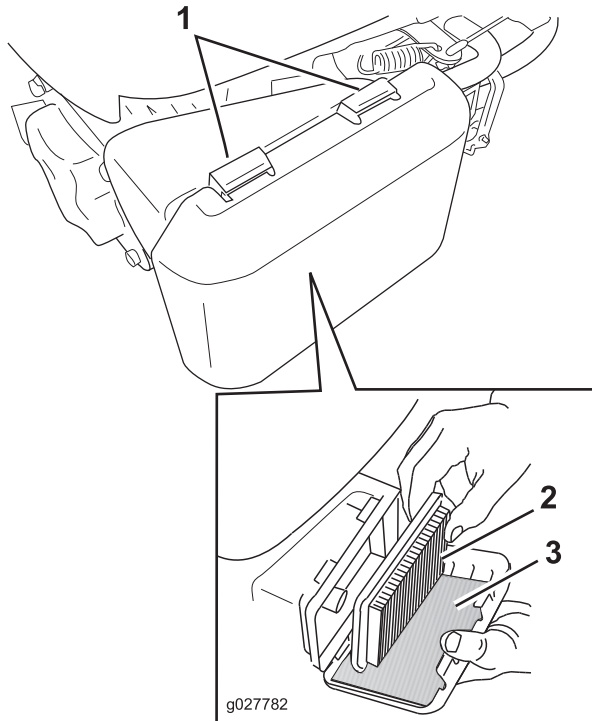

Figura 28
1. Presione hacia abajo los cierres de la parte superior de la tapa del limpiador de aire (Figura 28).
3. Retire el filtro de aire de papel y el pre-filtro de gomaespuma (Figura 28).